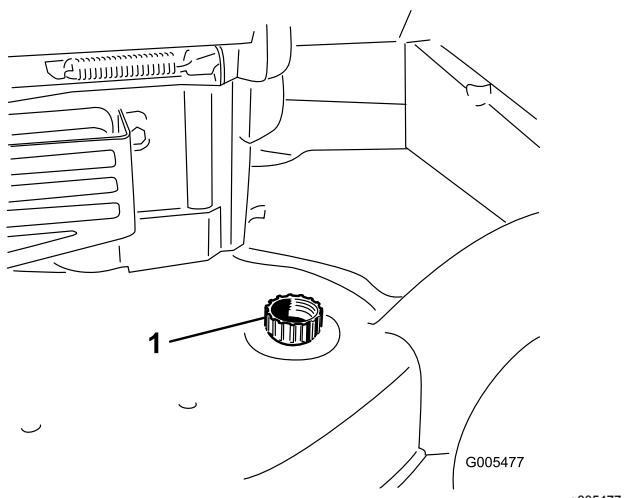

Рисунок 28
- Присоедините садовый шланг, подключенный к источнику воды, к промывочному отверстию в корпусе (Рисунок 28).